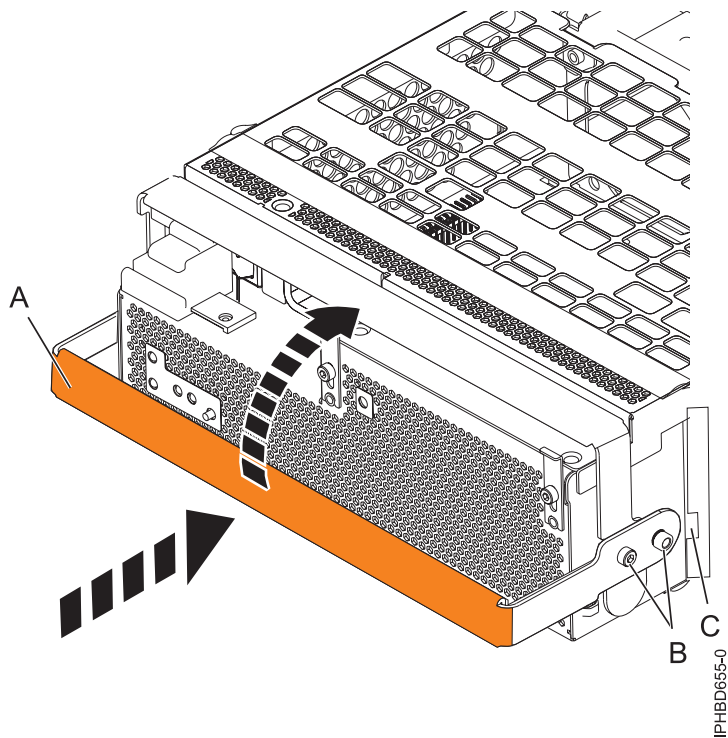

Figure 18. Remplacement d'une alimentation électrique
6. Pour remplacer l'alimentation électrique, avec la poignée de verrouillage (**A**) en position ouverte, insérez l'alimentation électrique dans l'unité d'extension comme indiqué à la figure 18, à la page 20.